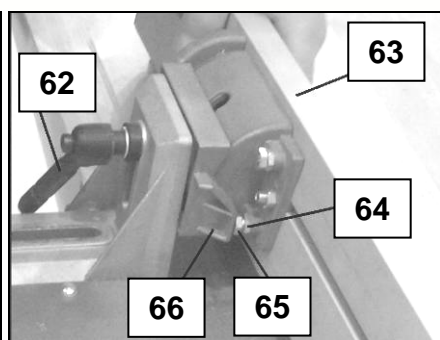
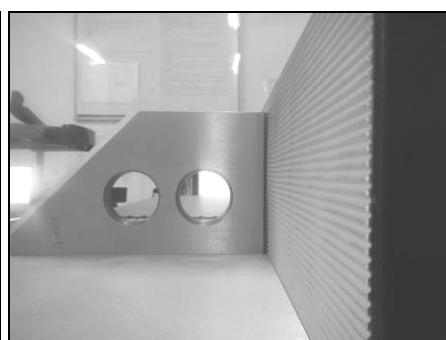

Fig 48
Fig 49
- Vérifiez l'équerrage du guide avec la table à l'aide d'une équerre métallique (Fig 49).
- Desserrez les contre-écrous (64) et dévissez la vis (65) inférieure (Fig 48).
- Vissez ou dévissez la vis (65) supérieure pour régler l'équerrage du guide avec la table (Fig 49), puis vissez ou dévissez la vis (65) inférieure de façon à ce qu'elle vienne en appui sur la butée d'angle (66) (Fig 48).
- Resserrez les contre-écrous (64) en veillant à bien conserver le réglage.